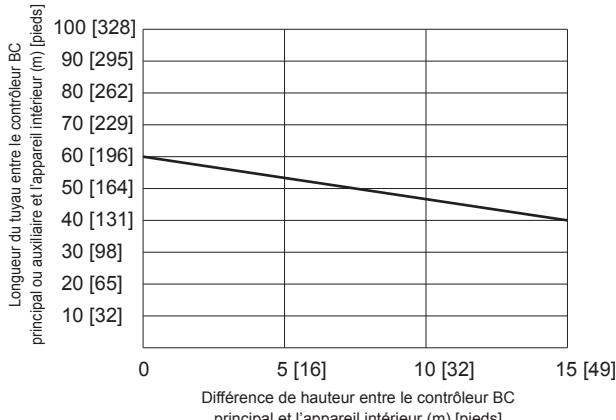

Fig.1
*2 Reportez-vous à la Fig. 1. (Néanmoins lorsque le modèle d'appareil intérieur P72 ou P96 est connecté, la distance maximale admissible entre le contrôleur BC et l'appareil intérieur le plus éloigné est de 40 m).
*3 Lorsque la longueur de tuyauterie ou la différence de hauteur dépasse la limite indiquée dans la Fig. 1, connectez n contrôleur BC auxiliaire au circuit. La limite d'un circuit avec un contrôleur BC auxiliaire est indiquée dans la Fig. 2.
Lorsque vous utilisez le modèle P54 ou un modèle plus grand d'appareils intérieurs, la limite indiquée dans la Fig. 1 ne peut être dépassée.
*3 Lorsque la longueur de tuyauterie ou la différence de hauteur dépasse la limite indiquée dans la Fig. 1, connectez un contrôleur BC auxiliaire au circuit. La limite d'un circuit avec un contrôleur BC auxiliaire est indiquée dans la Fig. 2.